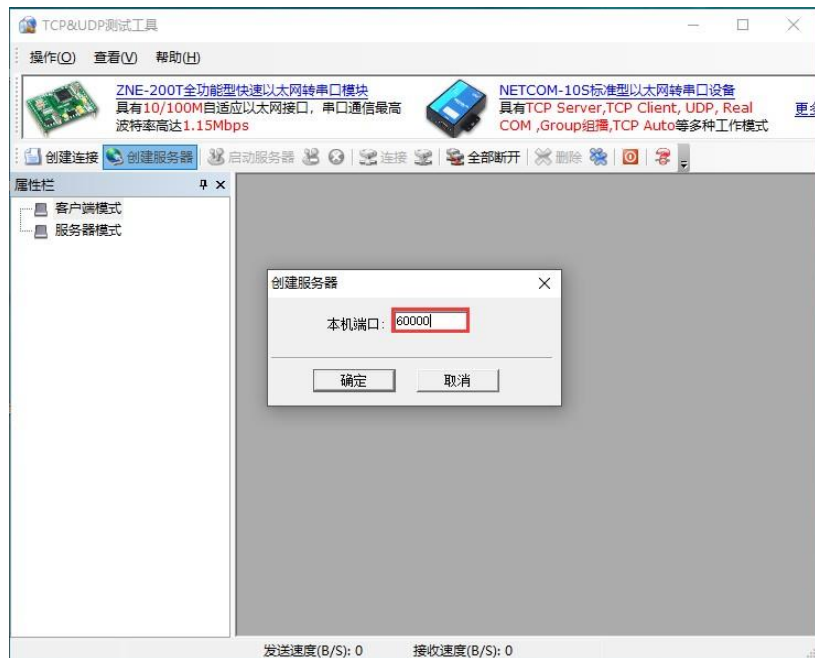

Abbildung 5-4 Schnittstelle zur Einstellung der Netzwerkparameter
(2) Öffnen Sie das TCP&UDP Test Tool auf PC AA, wählen Sie Server erstellen und setzen Sie die lokale Portnummer auf 60000, wie in Abbildung 5-4 gezeigt, und klicken Sie dann auf Erstellen.